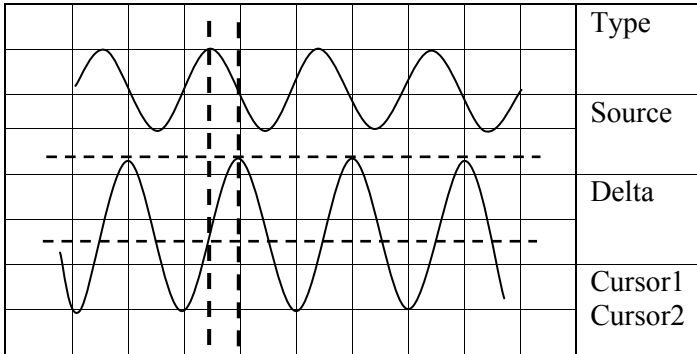

Рис. 9. Курсорные измерения
Курсоры – специальные вертикальные и горизонтальные ограничители, которыми можно выделить любую часть сигнала. В этом случае значения измеряемых величин будут определены внутри выделенной части (между пунктирными линиями на рис. 9). Применение курсоров позволяет ускорить процесс измерений и повысить их точность.
- Изменяя частоту генератора, получите на экране сигналы по входам CH1 и CH2, сдвинутые относительно друг друга по времени на заметную величину, предположим на $1/4$ периода T (см. рис. 9).